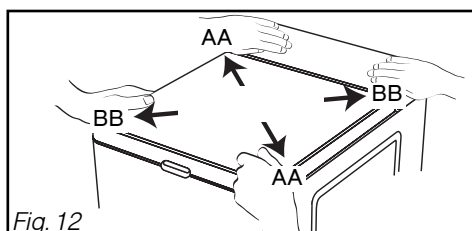

Fig. 12
– Vérifiez la stabilité de la machine en appuyant sur le couvercle en diagonale (sens AA, puis sens BB) (Fig. 12). **Aucun mouvement de l'appareil ne doit être perceptible.**